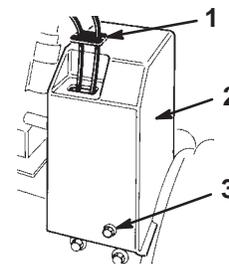

**Bild 4**
11. Installieren Sie die untere Antriebsriemenabdeckung an der Unterseite des Gehäuses von Schnecke/Gebläserad und des Motorrahmens, wobei Sie zwei 1 mm Bundbolzen verwenden (Bild 4).
1. Bundbolzen (2)
14. Befestigen Sie die obere Antriebsriemenabdeckung mit drei 1,3 cm Bundbolzen am Motorrahmen (Bild 4).